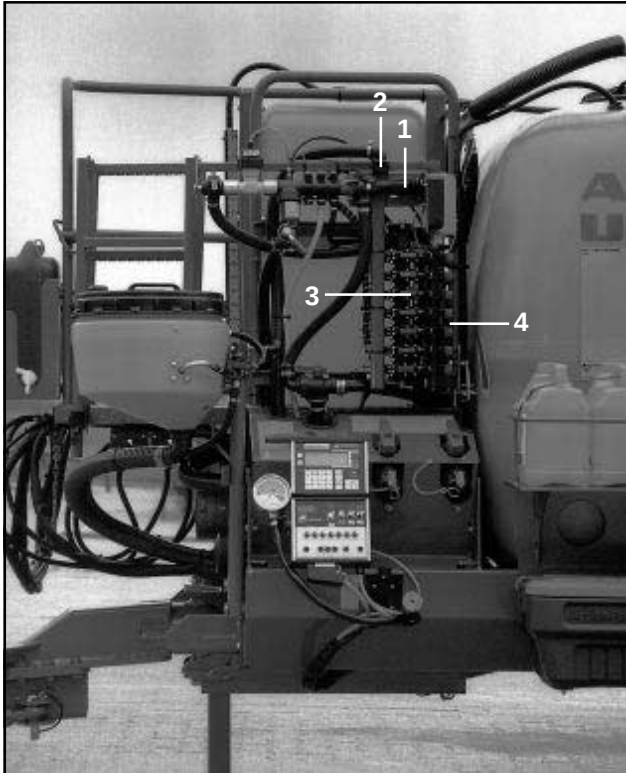

Fig. 6.7
- Réglez le clapet de régulation. Pour cela visser l'écrou de régulation (fig. 6.7/1 et 6.9/1) du bloc de régulation automatique (DPM) jusqu'à ce que la couronne de l'écrou et la tubulure du tuyau de retour en cuve (fig. 6.7/2 et 6.9/2) présentent un écartement de 10 mm, l'un par rapport à l'autre. La position de la vanne de régulation correspond alors à une pression de 7 bar env.
- Tournez la vis moletée (fig. 6.7/4) du retour calibré correspondant à cette vanne électromagnétique jusqu'à ce que l'écran affiche à nouveau exactement une pression de 4 bar. Puis ouvrir l'alimentation de ce tronçon de rampe.